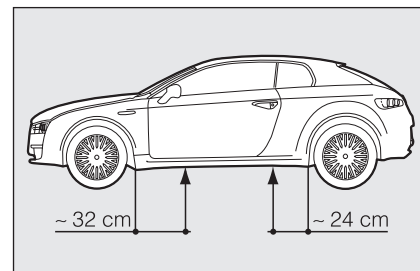

fig. 6
- ☐ actionner le dispositif **F-fig. 6** de façon à détendre le cric, jusqu'à ce que la partie supérieure du cric **G** s'engage correctement à l'intérieur du dispositif de retenue **H**;
- ☐ insérer le cric, à la distance indiquée sur la **fig. 6**;